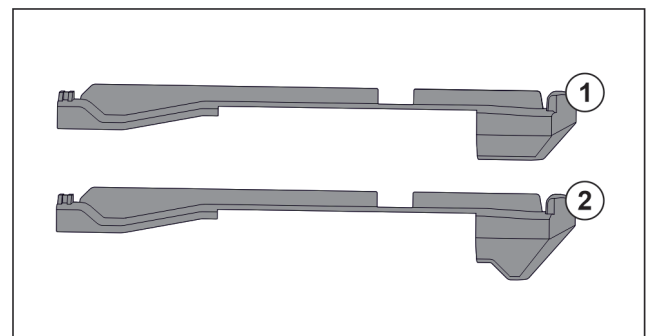

Fig. 69 Vergleich der Aufsteckteile
Im Gerät befinden sich zwei unterschiedliche Aufsteckteile. Das Aufsteckteil über dem untersten Schubfach Fig. 69 (2) hat eine dreieckige Kante. Alle anderen Aufsteckteile Fig. 69 (1) haben eine gerade Kante.
- Aufsteckteil Fig. 69 (2) mit der dreieckigen Kante über dem untersten Schubfach anbringen.
- Aufsteckteil Fig. 69 (1) mit der geraden Kante an allen anderen Stellen anbringen.